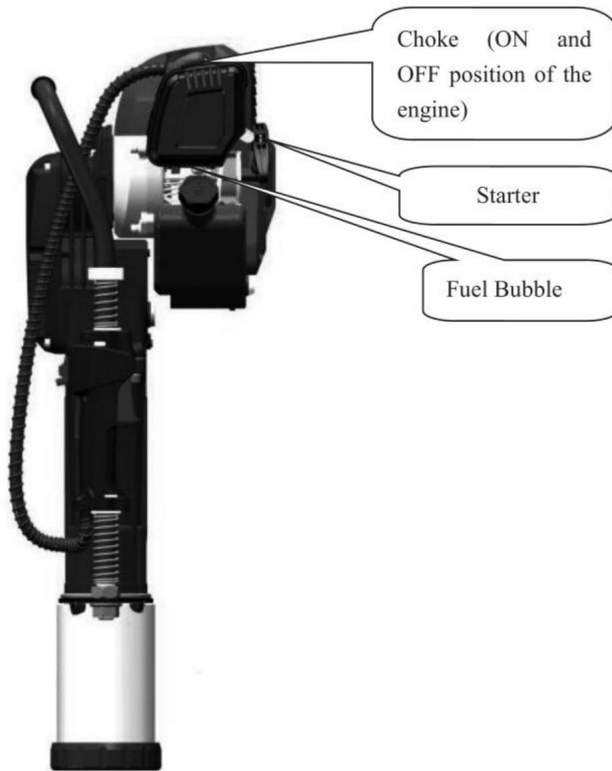

Figure 4
bulle de carburant à plusieurs reprises (Fig. 4) jusqu'à ce que le carburateur soit rempli de carburant. (Si le moteur
5.2. Placez la machine à la verticale selon la Fig.4. Maintenez la partie supérieure de poignée fermement d'une main tandis que l'autre tire la poignée de traction de démarreur sur plus de 50 cm rapidement. Ne laissez pas la poignée de traction revenir librement en tirant plusieurs fois, mais tenez-le fermement pour éviter les blessures résultant d'un mouvement rapide. résilience.